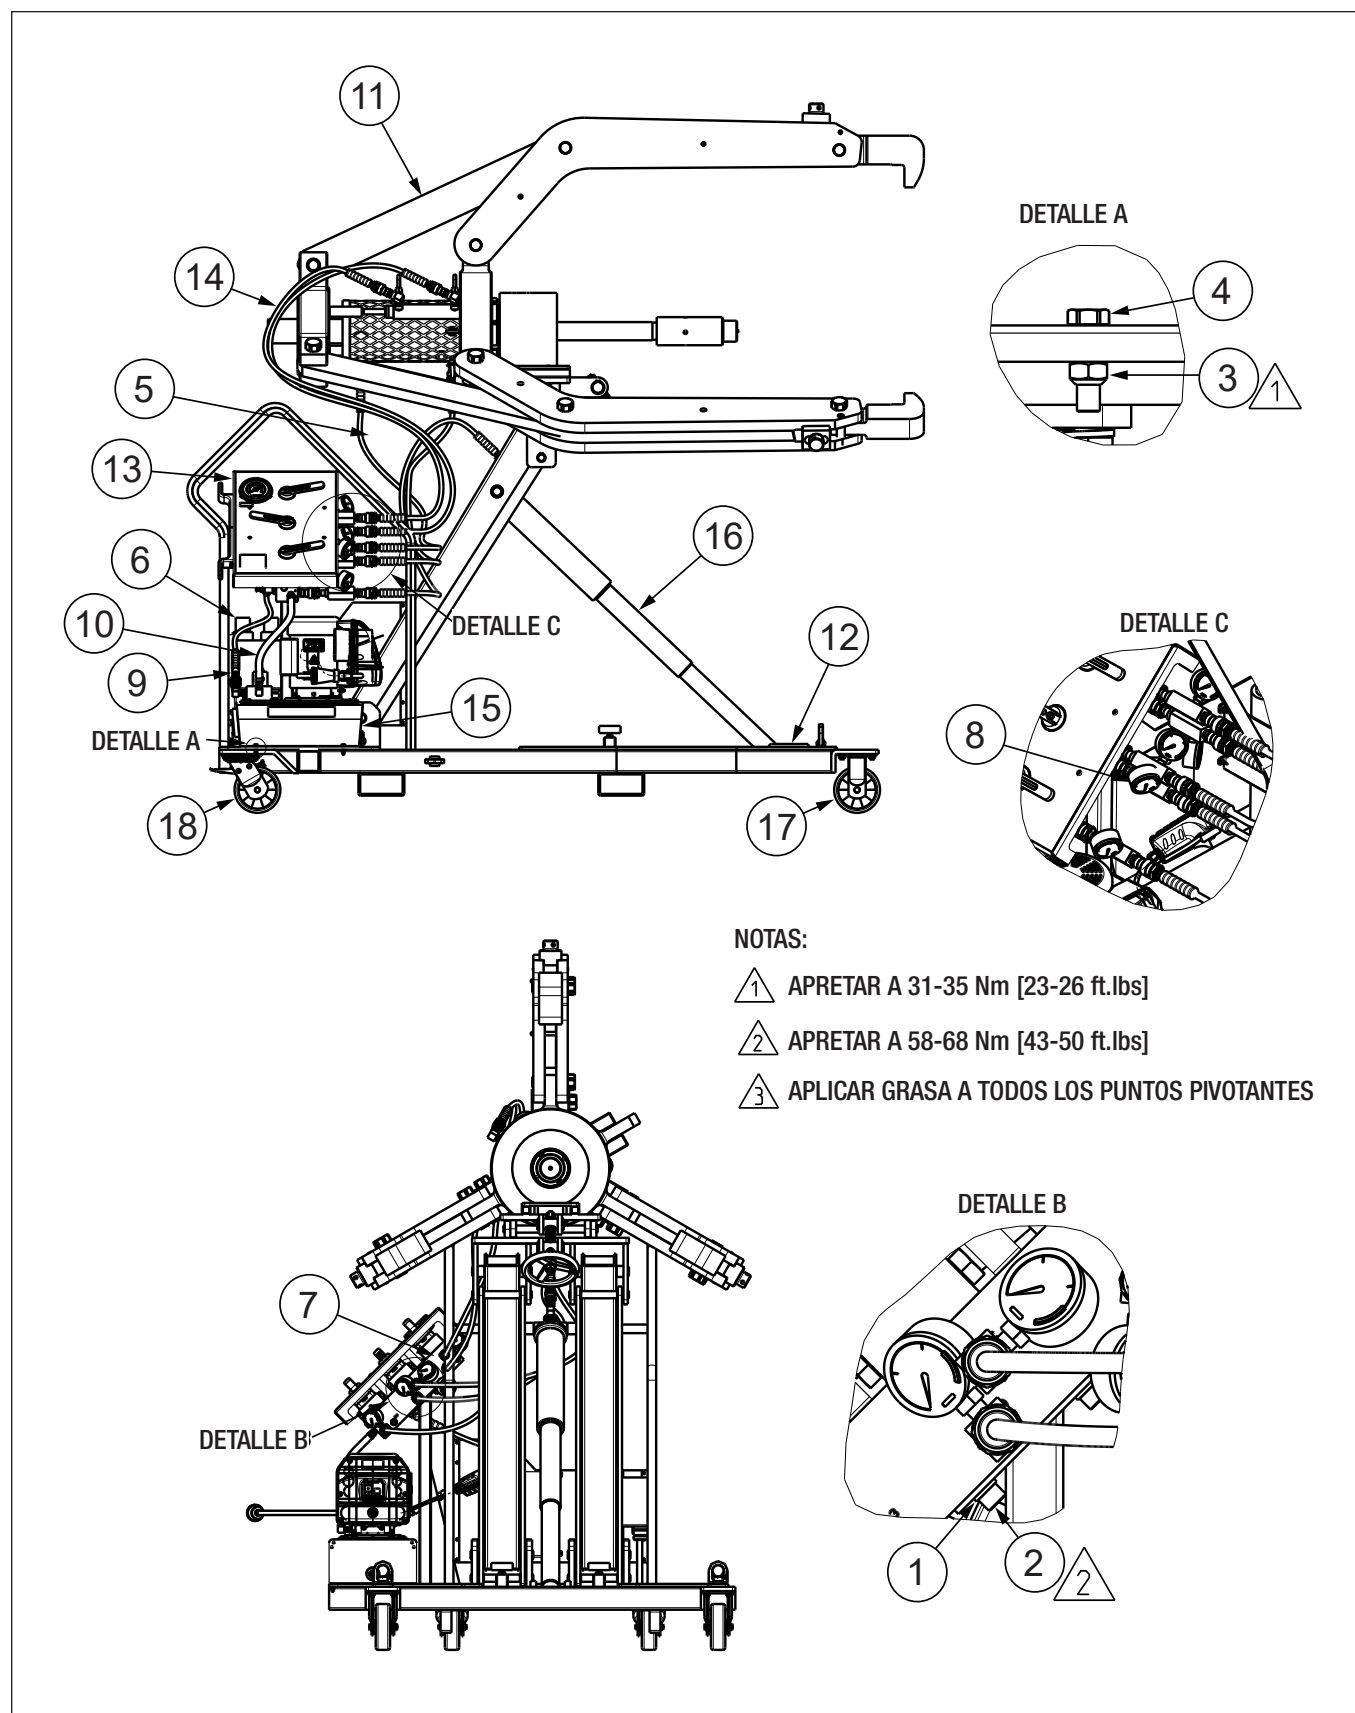

Figura 19: Conjunto del extractor
Asegúrese de que todos los tornillos del extractor hidráulico (consulte la Figura 19, pieza 4) estén correctamente apretados de metal a metal antes de cada operación.
9.1.1 Tabla de piezas (Figura 19)